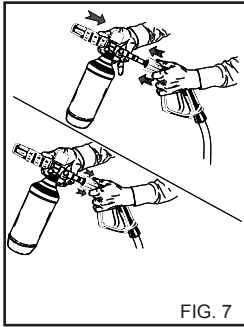
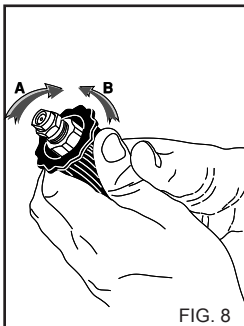

FIG. 7
FIG. 8
2) Entfernen Sie die Verlängerung vom Griff und setzen Sie das Reinigungsmittel-Sprühset ein (fig. 7), betreiben Sie den Hochdruckreiniger und sprühen Sie die zu reinigende Fläche von unten nach oben ein. Bedienen Sie bei der Version mit Reinigungsmittelabsaugung den Saugschalter des Reinigungsmittels an der Lanze (fig. 8).
4) Nach dem Gebrauch mit Reinigungsmittel muss der Ansaugkreislauf ausgespült werden; stecken Sie hierzu den Saugschlauch (fig. 8) des Reinigungsmittels in einen Kanister mit Reinwasser und betreiben Sie die Pumpe 1 Minute lang bei Lanze auf Reinigungsmittelabgabe.
GEBRAUCH DES VERSTELLBAREN SPRÜHKOPFES (Fig. 8) (Vers. DS)